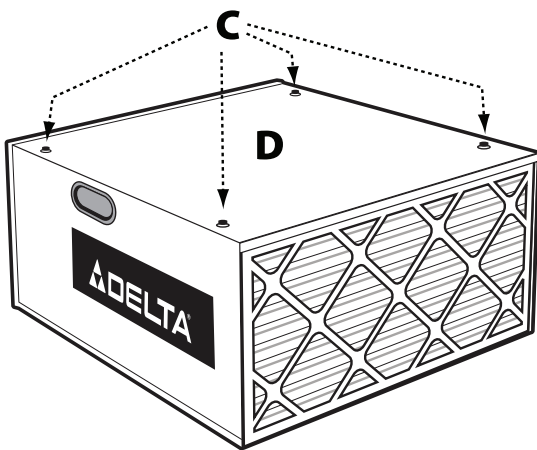

FIG. 5
2. Utilice un destornillador plano (no suministrado) para retirar los cuatro tornillos (C) Fig. 5 de la parte superior del purificador de aire (D).